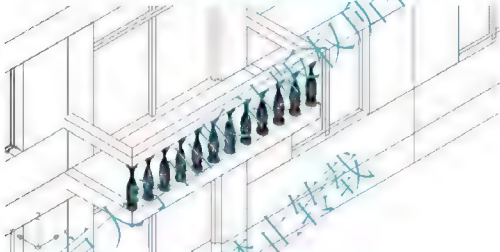

图 6.54 阵列生成正面“花瓶”
(2) 执行【阵列】命令 (快捷键 AR), 阵列参数设定为 1 行、12 列、列偏移距离 381mm, 结果如图 6.54 所示。